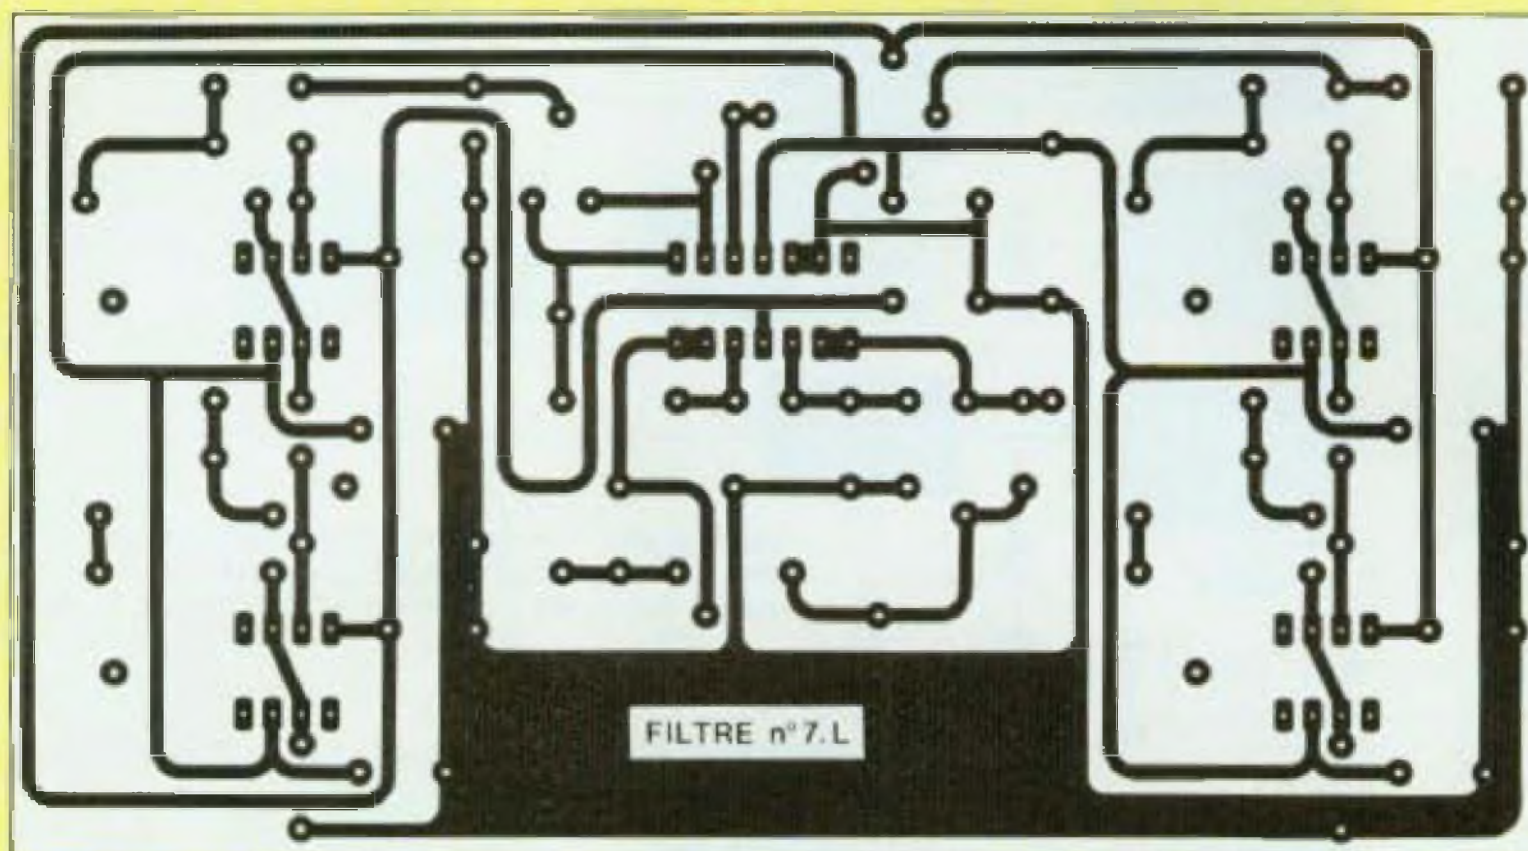

Fig. 14 : Un circuit imprimé aisé à reproduire. Les liaisons sont peu nombreuses et réalisées avec de la bande de 1,27 mm de largeur.
- le filtre actif, carte aux dimensions de 136 x 76 mm (figure 14)